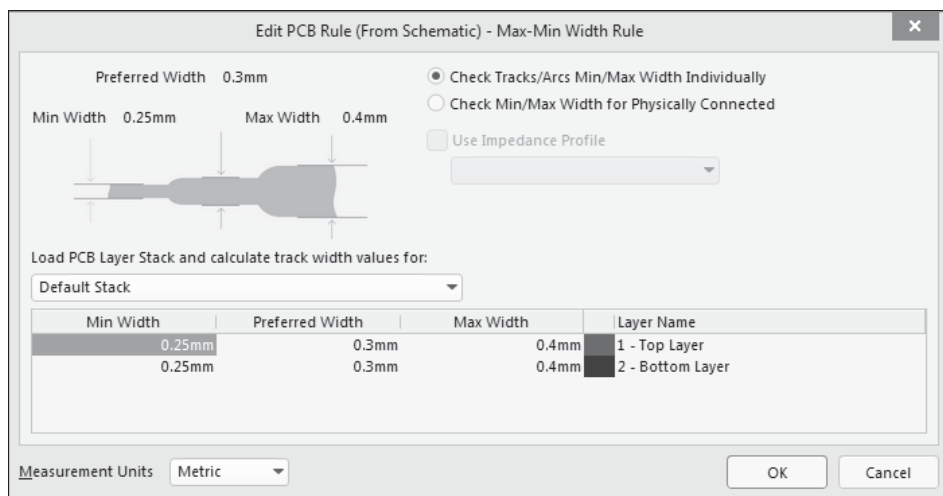

Рис. 4.16. Настройка правила ширины в редакторе схемы
- **Rules** (Правила) — при выборе этой категории программа выводит на экран список правил (см. в *разд. 3.2.6* левую область рис. 3.24), в котором следует указать необходимое правило для выполнения его при разработке РСВ-документа. При выборе правила, например **Width Constraint** (Ограничение ширины), открывается диалоговое окно **Edit PCB Rule** с графической иллюстрацией правила (рис. 4.16).